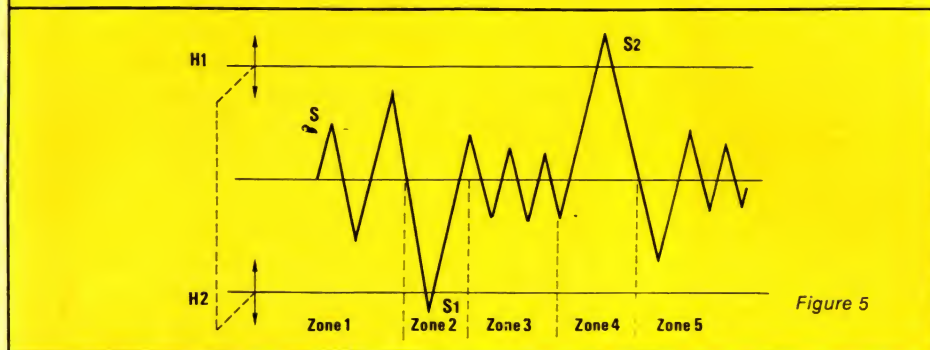

Figure 5
En l'absence de pièce métallique et sur un sol minéralisé, l'oscillation naturelle de la tête fait varier le signal au point (B) entre 2 valeurs ou seuil H_1 et H_2 figure 5 zones 1, 3 et 5 qui dépendent de la minéralisation du sol, de l'oscillation de la tête par rapport au sol et de la valeur du gain de l'amplificateur. Toute présence métallique entraînera un dépassement des seuils (zones 2 et 4).
Une directivité pas très importante de la tête augmente les performances du système. Pour compenser l'effet de sol, il suffit de posséder une « fenêtre » réglable de façon symétrique par rapport à une tension de valeur fixe, milieu de « fenêtre » ; cette tension doit être indépendante de l'état de minéralisation du sol. Tant que le signal (S), figure 5, se trouve situé entre les 2 seuils H_1 et H_2 , (zones 1, 3 et 5), l'appareil reste silencieux. Dès que le signal (S) position (S_2) figure 5, zone 4, sort de la « fenêtre » par une valeur supérieure au seuil supérieur, il faut se considérer en présence d'une masse métallique non magnétique, et un signal spécifique est déclenché. Dès que le signal (S) position (S_1) figure 5, zone 2 sort de la « fenêtre » par une valeur inférieure au seuil infé-